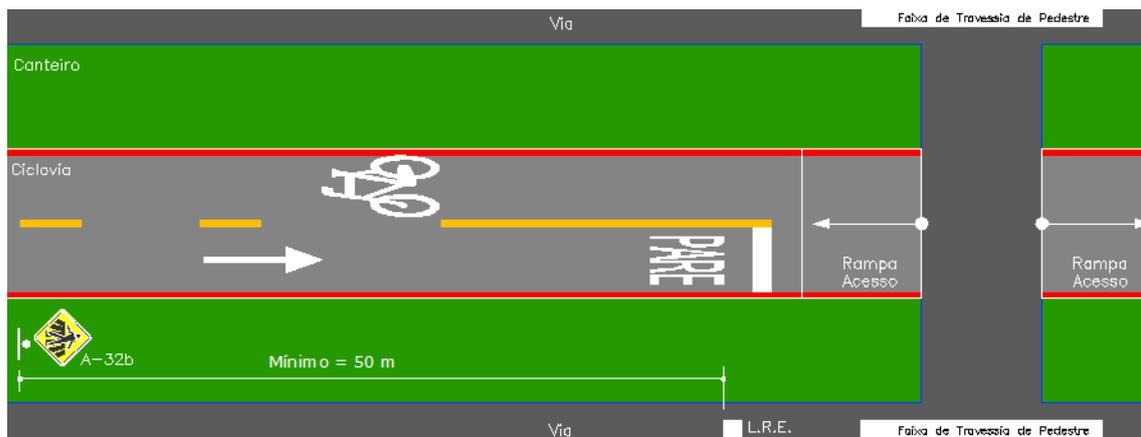

Figura 15 – Placa de Advertência A-32b – Passagem Sinalizada de Pedestre.
- Instalar a placa no mínimo a 50 metros da linha de retenção presente na travessia de pedestres. Ver Figura 15.